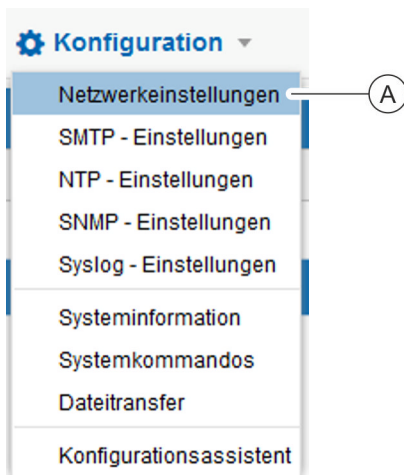

Abb. 150: Netzwerkeinstellungen aufrufen
2. ➤ Über „Konfiguration → Netzwerkeinstellungen“ den die Netzwerkeinstellungen aufrufen (Abb. 150/Ⓐ).